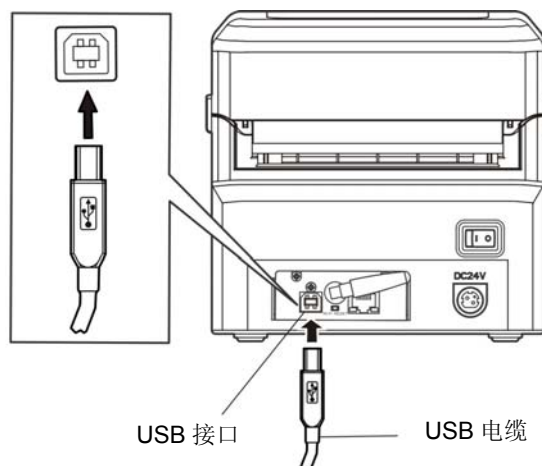

图 2-2 连接 USB 电缆
2. 将 USB 电缆的 B 端插头（方型）插进打印机的 USB 接口插座中（如图 2-2 所示）。